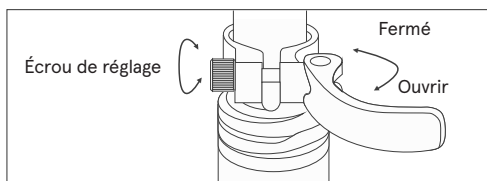

Fig. 9
3. À l'aide de la clé plate de 17 mm, desserrez les écrous d'axe de la roue avant. Soulevez l'avant du vélo et insérez la roue avant dans les pattes de fourche (un assistant peut vous faciliter la tâche). Assurez-vous que les rondelles se trouvent également entre l'écrou et la fourche et non entre la fourche et le moyeu. (**Fig. 9**)
1. Ouvrez le levier de blocage rapide de la tige de selle (**Fig.9**). Appliquez une petite quantité de graisse sur la tige de selle. Insérez la tige de selle dans le tube de selle à une profondeur suffisante pour que la ligne d'insertion minimale ne soit plus visible. **REMARQUE :** Le levier doit nécessiter une certaine force pour se fermer. S'il se ferme trop facilement et ne maintient pas la tige de selle en place, ou si l'effort pour fermer le collier est trop important, ajustez la force de serrage en desserrant ou en serrant l'écrou de réglage sur le côté opposé au levier.